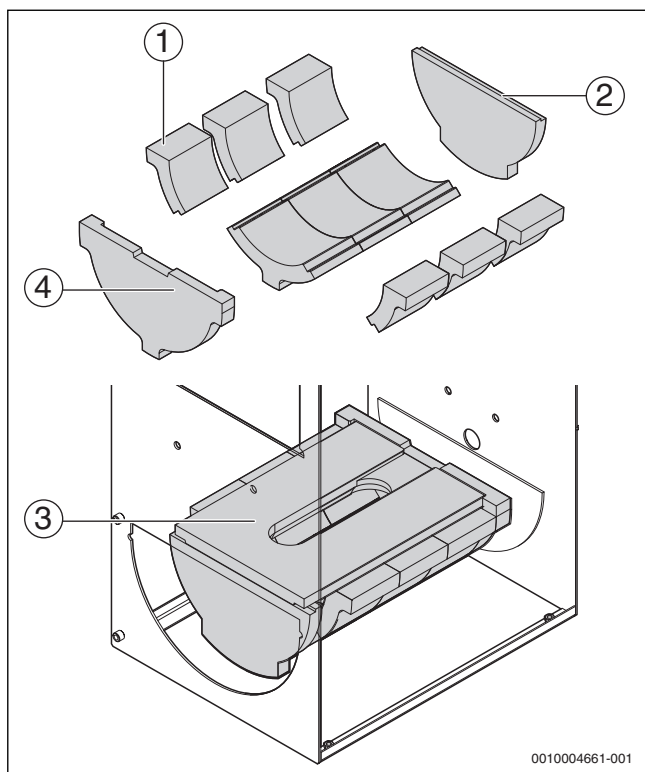
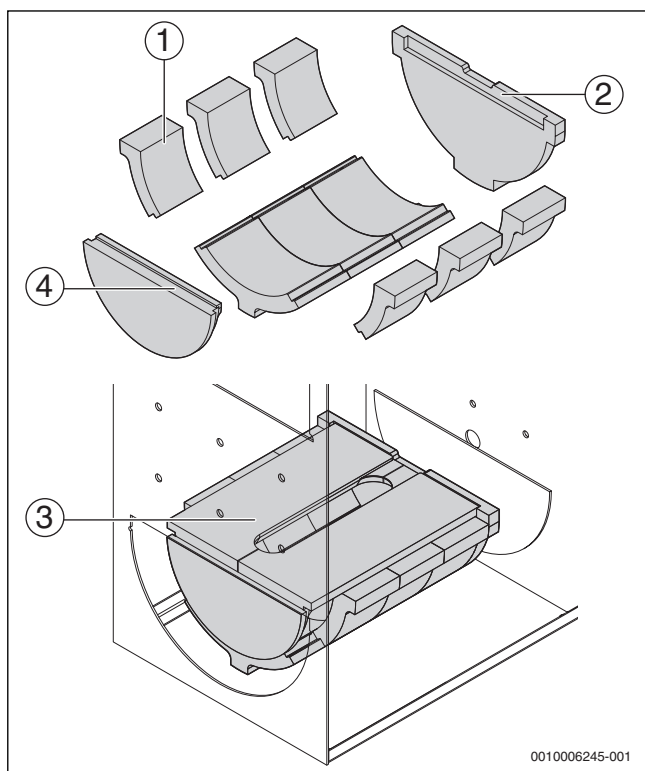
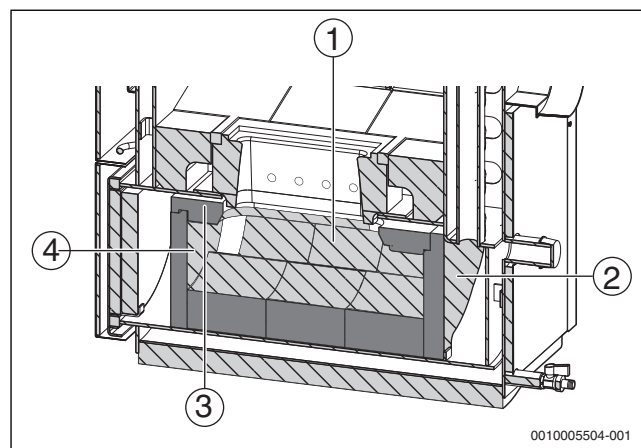
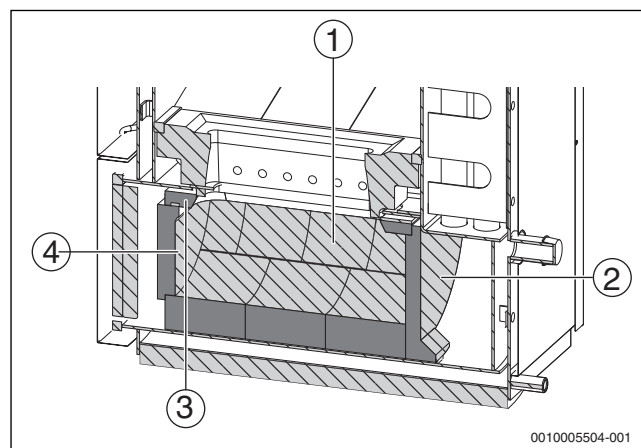

Fig. 7 Poziția plăcilor de șamotă în camera de ardere, tip cazan 22 și 30 kW
Fig. 8 Poziția plăcilor de șamotă în camera de ardere, tip cazan 40 și 50 kW
Fig. 9 Plăci de șamotă montate, tip cazan 22 și 30 kW
Fig. 10 Plăci de șamotă montate, tip cazan 40 și 50 kW
**Legenda la Fig. 7, Fig. 8, Fig. 9 și Fig. 10:**